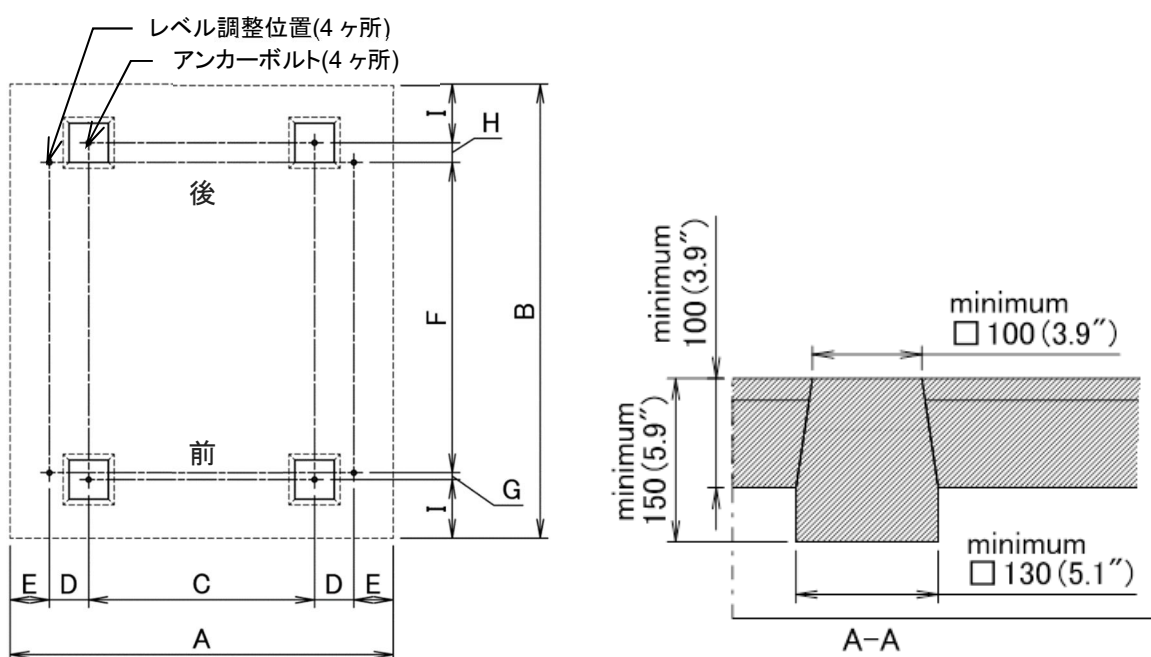

図 4-2
- 1) 機械の据付は、床荷重に耐えられるコンクリートの水平かつ凹凸の無い床に、図 4-2 の示す位置に、相対的に段差が無く、水平な 4 ヶ所のコンクリート基礎を施工してください。
- 2) コンクリート床自身が十分な強度、完全に平らでかつ水平、十分な厚みがあるならば、図 4-2 に示す基礎工事を省くことができます。